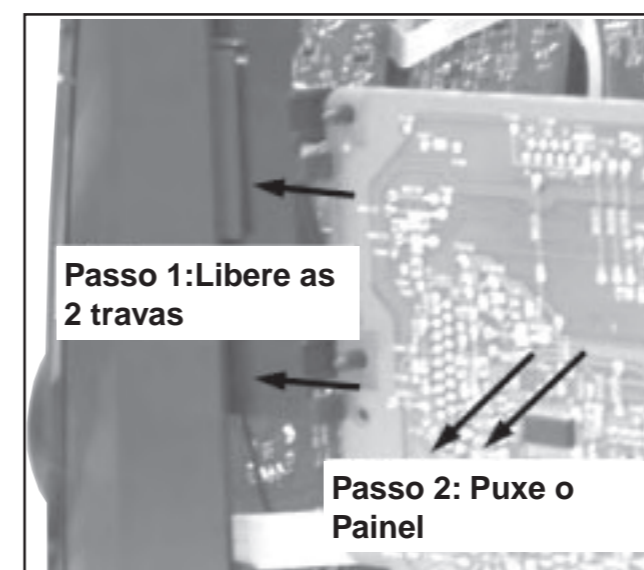

Figura 6
- 2) Libere o Painel AF (pos 1102-A) e o Suporte Direito CDC (pos 186) liberando as 2 travas C1 (veja fig. 7) e puxe o Painel AF para fora como mostra a figura 6.